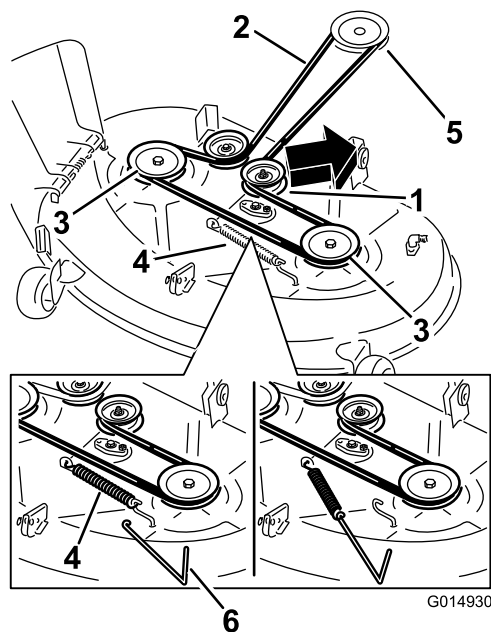
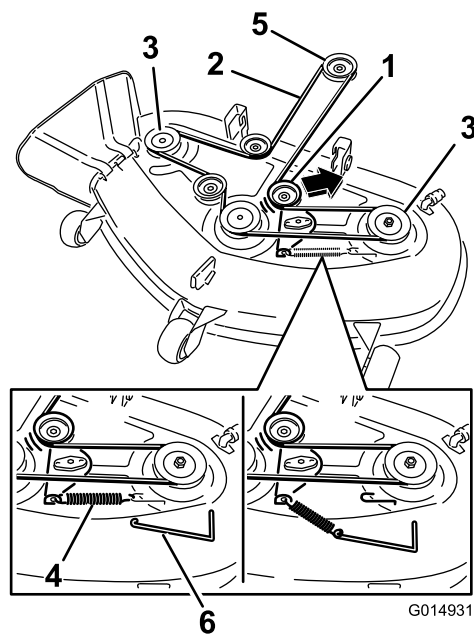

Figura 69
Figura 70
5. Utilize um removedor de molas (peça Toro n.º 92-5771), remova a mola intermédia do gancho da plataforma para retirar tensão da polia intermédia e role a correia para fora das polias (Figura 69 e Figura 70).
6. Coloque a nova correia em redor da polia do motor e nas polias do cortador (Figura 70).
da plataforma para colocar tensão da polia intermédia e na correia do cortador (Figura 69 e Figura 70).